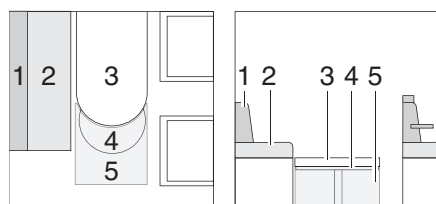

Fig. 61 Durante la trasformazione (letto supplementare)
- Collocare la prolunga del letto (Fig. 61,5) sulla prolunga del piano del tavolo (Fig. 61,4).